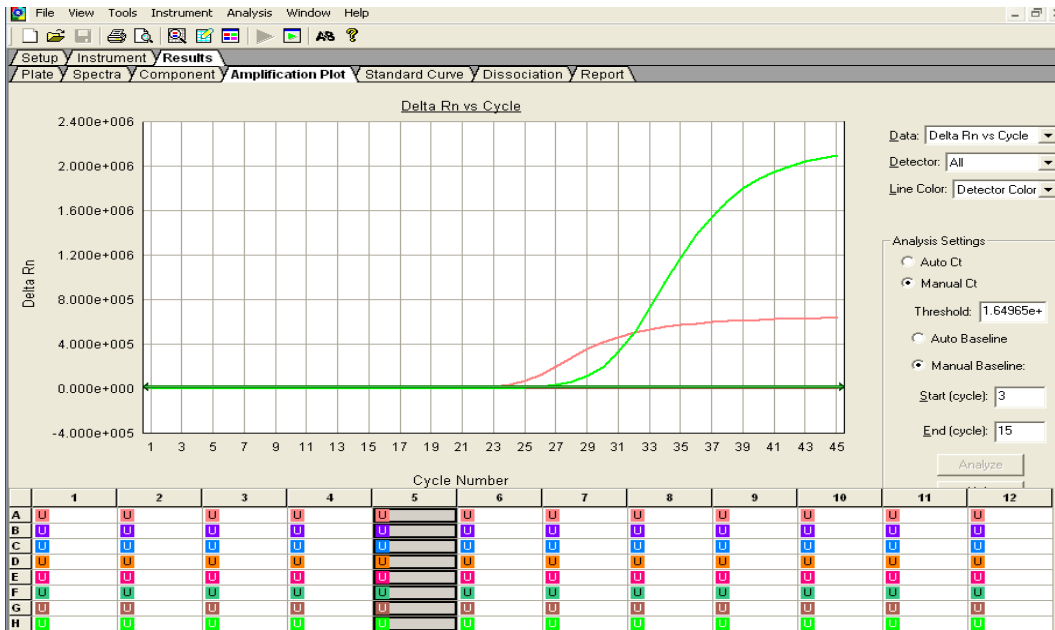

Figura 12.- Forma lineal de las curvas sigmoideas de amplificación y controles positivos
- Posteriormente se cambia la escala de las curvas de amplificación de logarítmica a lineal, con la finalidad de evidenciar de mejor forma las curvas sigmoideas de amplificación. Esto se logra haciendo doble clic en el eje de las “Y” (*Delta Run*), apareciendo un cuadro de diálogo con nombre **Graph Settings** (ajuste de la gráfica), en éste cuadro se localizará la parte **Post Run Settings** (ajuste post-corrida), donde existe un parámetro denominado Y-Axis, en éste se encontrará activada la opción **Log**, será necesario activar la opción Linear (la cual se encuentra arriba de la opción **Log**) para poder observar las curvas sigmoideas de amplificación, al dar clic en esta opción; presionar el botón **Apply** (aplicar), para que se guarden los cambios y finalizar presionando el botón **OK**. Los gráficos de forma sigmoidea se observan en la Figura 12.